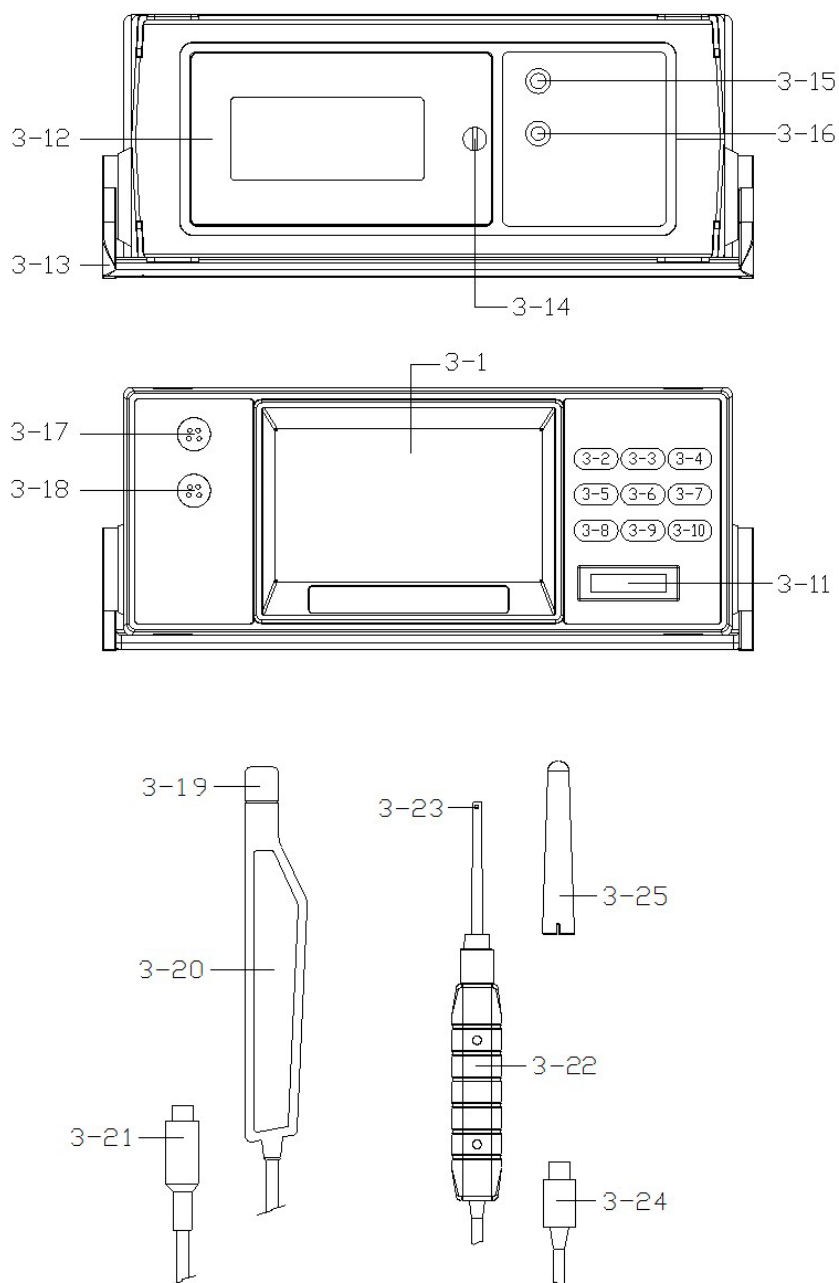

Abb. 1
1. Schalten Sie das Messgerät ein, indem Sie die „Power-Taste“ (3-2, Abb. 1) mindestens 2 Sekunden lang gedrückt halten.
2. Messung des allgemeinen Magnetfeld-Funktion durch Drücken der „Funktionstaste“ (3-2, Abb. 1) zur Auswahl der allgemeinen Messfunktion.
3. Stecken Sie den allgemeinen Messfühlerstecker (3-23, Abb. 1) in die allgemeine Messfühlerbuchse (3-18, Abb. 1) des Messgeräts.
4. „DC“ oder „AC“-Messung Funktionsauswahl durch Drücken der „AC/DC-Taste“ (3-8, Abb. 1), um die Messfunktion DC oder AC zu wählen.
5. Magnetfeldmessbereich auswählen durch Drücken der „Bereichstaste“ (3-5, Abb. 1) zur Auswahl von „Bereich 1“ oder „Bereich 2“.
6. Auswahl der Einheit durch Drücken der „Range-Taste“ (3-5, Abb. 1) die Einheit mT oder G wählen.
- » Fixieren Sie vor der Messung die Sonde an der exakten Position, indem Sie die Tasten „▲“ (3-3, Abb. 1) und „▼“ (3-9, Abb. 1) mindestens 1,5 Sekunden lang gedrückt halten, bis auf dem Display der Wert „0“ angezeigt wird. Lassen Sie dann die Tasten los, wenn Sie den Wert auf Null zurücksetzen möchten. Bei einem Zählwert >40 zeigt das Display den Text „Error“ an und kehrt dann zum Normalwert zurück.
2. Präzise Magnetfeldmessung Funktion durch Drücken der „Funktionstaste“ (3-2, Abb. 1), um die Funktion Präzisionsmessung auszuwählen.
3. Stecken Sie den Präzisionsmessfühler (3-21, Abb. 1) in die Präzisionsmessfühler-Eingangsbuchse (3-17, Abb. 1) des Messgeräts.
5. Magnetfeldmessbereich auswählendurch Drücken der „Bereichstaste“ (3-5, Abb. 1) zur Auswahl von „Bereich 1“ oder „Bereich 2“.
6. Auswahl der Einheit durch Drücken der „Bereichstaste“ (3-5, Abb. 1), um die Einheit Mikro-Tesla oder Milligauss zu wählen.
2. Schalten Sie das Messgerät ein, indem Sie die „Power-Taste“ (3-2 Abb. 1) einmal drücken.
3. Wählen Sie die Einheit (mG oder uT), indem Sie die „UNIT-Taste“ (3-5 Abb. 1) einmal drücken.
2. Für die Messung des magnetischen Gleichstromfeldes sollte zunächst der Wert „ungleich Null“ (vorhandener Wert des Erdmagnetfeldes der Umgebung) ermittelt werden. Fixieren Sie die Sonde vor der Messung an der genauen Position, indem Sie die Taste „+“ (3-3 Abb. 1) mindestens zwei Sekunden lang gedrückt halten, bis auf dem Display die Anzeige „0“ erscheint und dann die Taste loslassen.
- » Drücken Sie die „Nulltaste“ (3-5, Abb. 1) mindestens 2 Sekunden lang, dann verschwindet der „0“-Indikator und das Display zeigt wieder den „no zero“-Wert an (zeigt die magnetische Umgebung an).
- » Drücken Sie während der Messung einmal die „Hold-Taste“ (3-3, Abb. 1), um den Messwert zu halten. Auf der LCD-Anzeige erscheint das Symbol „HOLD“.
- a) Drücken Sie die „REC-Taste“ (3-4, Abb. 1) einmal, das „REC MAX“-Symbol und der Maximalwert werden auf dem Display angezeigt.
- b) Drücken Sie die „REC-Taste“ (3-4, Abb. 1) erneut, das Symbol „REC MIN“ und der Mindestwert werden auf dem Display angezeigt.
Bereiten Sie eine „SD-Speicherkarte“ (1 G bis 16 G, optional) vor, stecken Sie die SD-Karte in den „SD-Kartensockel“ (3-11, Abb.1). Die Vorderseite der SD-Karte sollte gegen das untere Gehäuse zeigen.